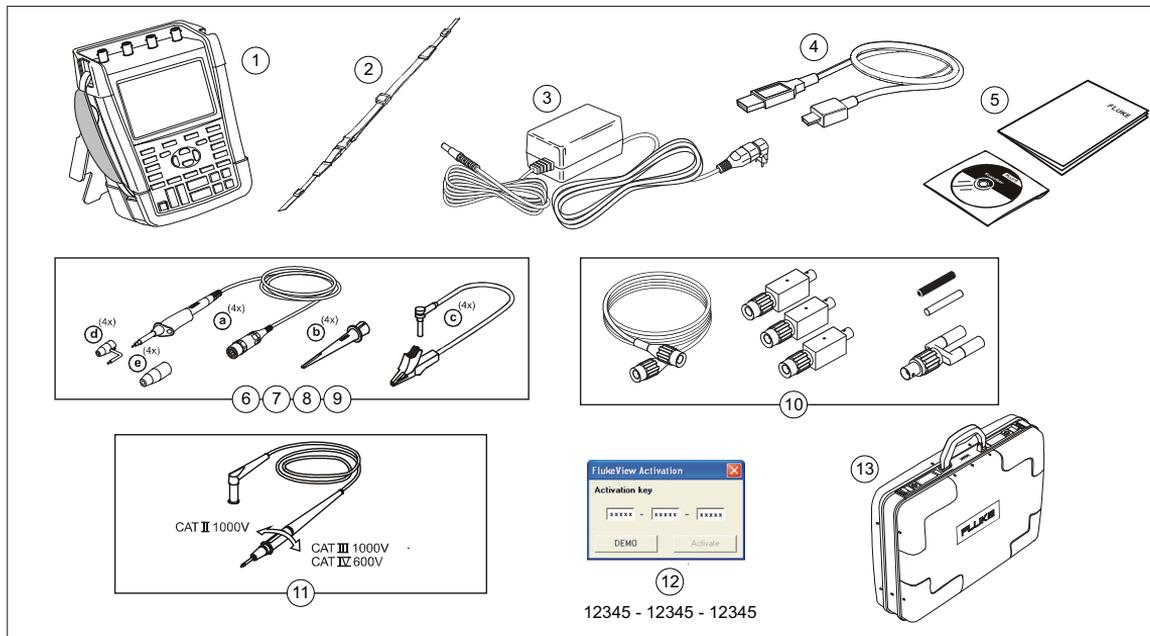

Figure 1. Kit outil de diagnostic ScopeMeter
- **Ne connectez pas le ressort de masse (Figure 1, élément d) à des tensions supérieures à 42 V crête (30 Vrms) ou à 60 V CC par rapport à la terre.**